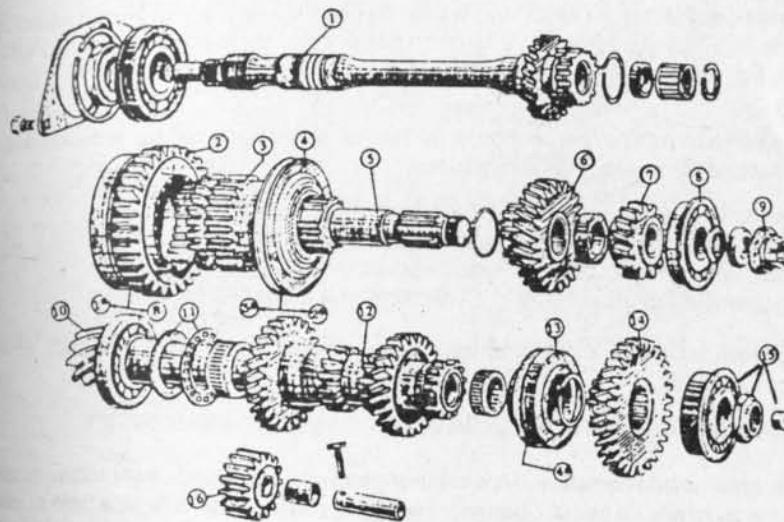

Fig. 5-6.— Elementos de caja de cambios Citroën 3CV, Ami-8 y Visa.
**4. Caja de cambios.**— El eje de mando (1) (Fig. 5-6) recibe rotación del motor, por medio del embrague. Llega a la caja de cambios, apoyado en sus cojinetes y retenes, donde queda en línea con el eje primario (5). Este eje se apoya al de mando por medio del cojinete de polines, y a la caja por el rodamiento (8). Sobre él se montan los engranajes de 1a y de retroceso, sincronizador de 3a y 2a, y el engranaje reductor de velocidad al eje del piñón de ataque.